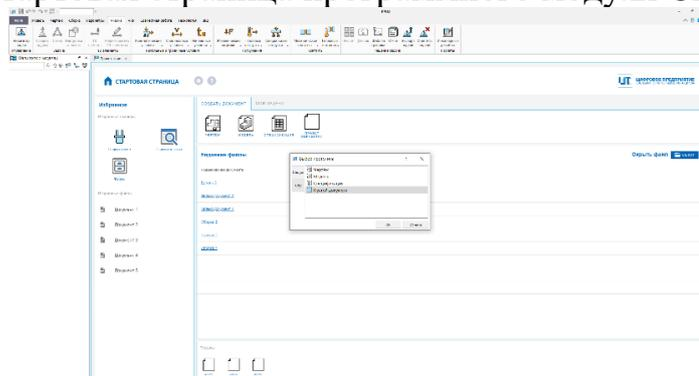

Рисунок 10
11) после вывода на экран заставки (рис. 9) откроется стартовая страница программного модуля CAD (рис. 10).